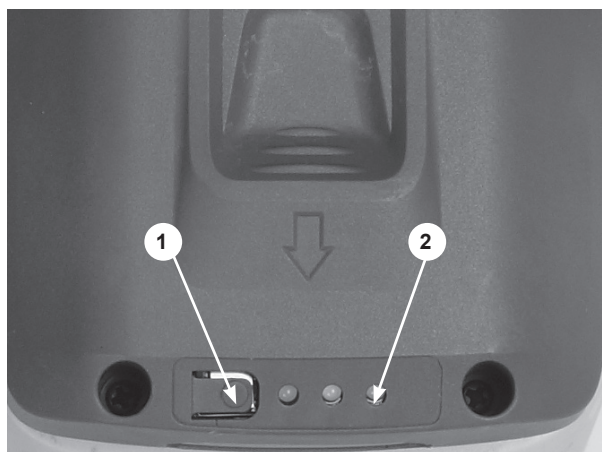

Рис.6
- Для проверки уровня заряда аккумуляторной батареи необходимо нажать кнопку (1) Рис.6